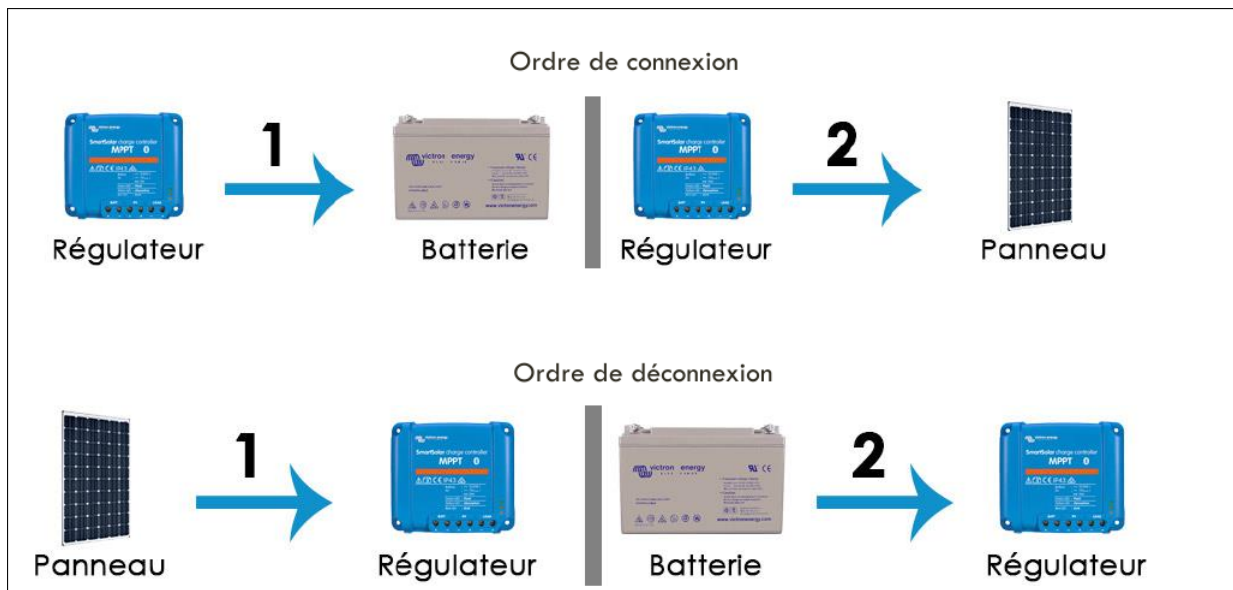

FIG. 5.5 : Ordre de raccordement du régulateur aux panneaux et aux batteries
- Raccorder le régulateur au champ de panneaux solaires et au parc de batteries en suivant l'ordre indiqué par la figure 5.5. À noter que les ordres de connexion et de déconnexion sont inverses l'un de l'autre.